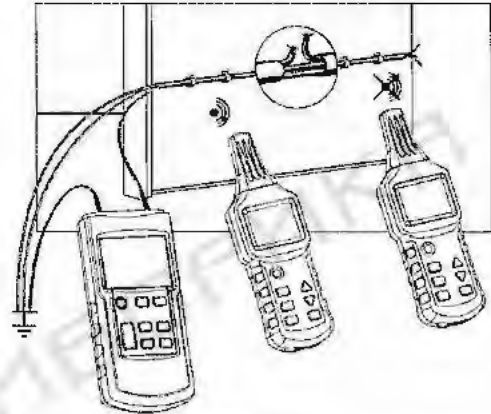

Рисунок 2-2
В данном примере воспользуйтесь куском экранированного кабеля с площадью поперечного сечения 1,5 мм2. Временно закрепите 5 м этого кабеля на стене на уровне глаз с помощью пластмассовых скоб на гвоздях. Удостоверьтесь, что к стене имеется доступ с обеих сторон. Создайте искусственный разрыв на расстоянии 1,5 м от конца кабеля. Концы линии должны быть открыты. Зачистите разорванный провод на конце экранированного кабеля и подсоедините его с помощью измерительных проводов к гнезду (10) передатчика. Подключите гнездо (11) передатчика к подходящему заземлению. Все прочие провода кабеля также должны быть подсоединены к передатчику и через то же заземление (см. Рисунок 2-2).